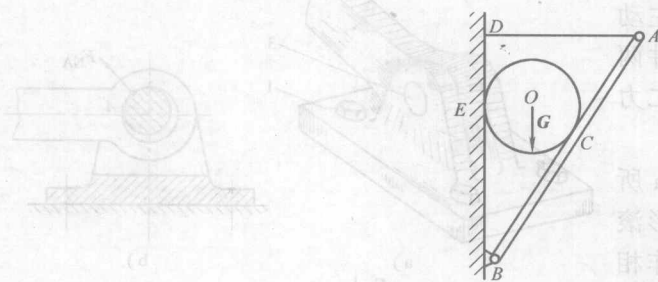

图 1-20 5 题图
5. 如图 1-20 所示的机构，包含了哪几种约束类型（ ）